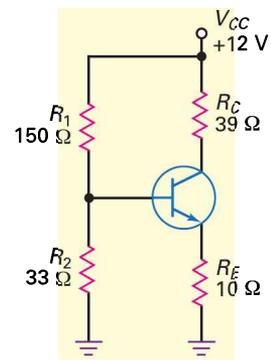

Figure 7.35
- 7.18** **Multisim** Quelle est la tension émetteur dans la figure 7.35 ? Quelle est la tension collecteur ?
7.20 L'alimentation de la figure 7.35 a une tolérance de $\pm 10\%$. Quelle est la plus faible valeur possible de la tension collecteur ? La plus forte ?
7.24 Quel est le point Q pour la figure 7.35 ?
7.26 L'alimentation de la figure 7.35 a une tolérance de $\pm 10\%$. Quelle est la plus faible valeur possible de la tension collecteur ? La plus forte ?
7.30 Dites si la tension collecteur augmente, diminue ou reste la même dans la figure 7.35 pour les petites variations suivantes :
7.32 D'après la figure 7.35, quelle est la valeur approximative de la tension collecteur pour chacun des défauts suivants :
7.38 Quelqu'un a réalisé le montage de la figure 7.35, mais il a modifié le diviseur de tension de la manière suivante : $R_1 = 150 \text{ k}\Omega$ et $R_2 = 33 \text{ k}\Omega$. Il n'arrive pas à comprendre pourquoi la tension base est de seulement 0,77 V au lieu de 2,7 V (tension idéale du diviseur de tension). Pouvez-vous expliquer ce qui se passe ?
7.39 Quelqu'un réalise le circuit de la figure 7.35 avec un transistor 2N3904. Qu'avez-vous à dire ?
7.40 Un étudiant veut mesurer la tension collecteur-émetteur dans le montage de la figure 7.35. Pour cela, il branche un voltmètre entre le collecteur et l'émetteur. Que va-t-il lire ?
7.41 Vous pouvez modifier toutes les valeurs dans le montage de la figure 7.35. Donnez toutes les méthodes que vous trouvez pour détruire le transistor.
7.42 L'alimentation de la figure 7.35 donne du courant dans le montage. Décrivez toutes les méthodes auxquelles vous pensez pour trouver la valeur de ce courant.